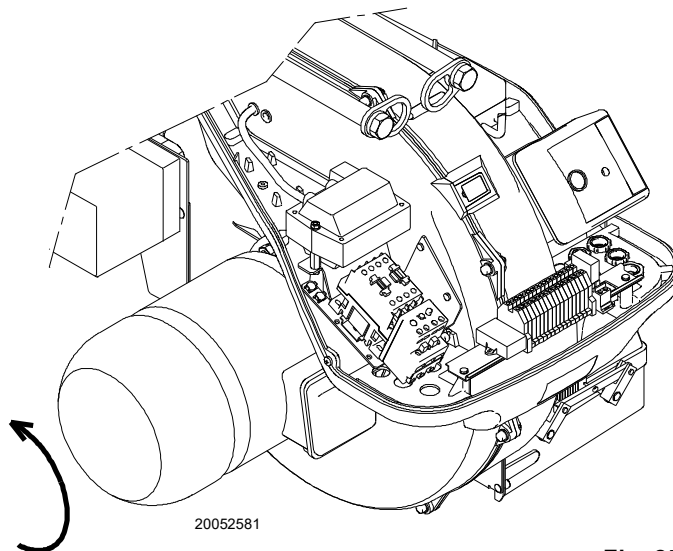

Fig. 25
- controlar el sentido de rotación del motor del ventilador como se indica en la Fig. 25.